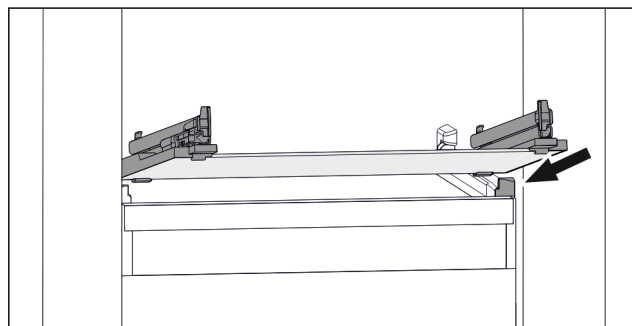

Fig. 141 Przykładowa prezentacja płyty szklanej
- ▶ Założyć płytę szklaną pod skosem za stoperami. (patrz Fig. 141)